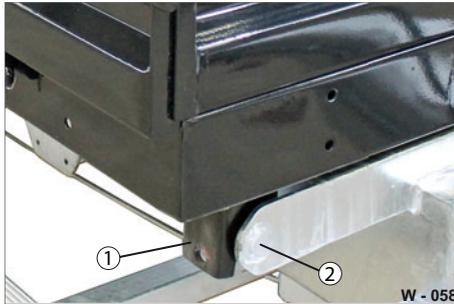
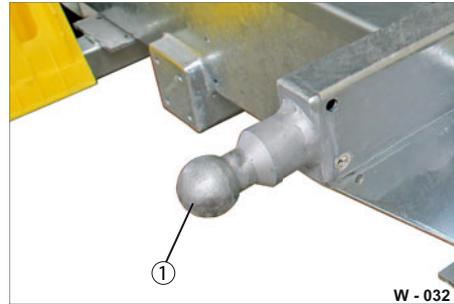
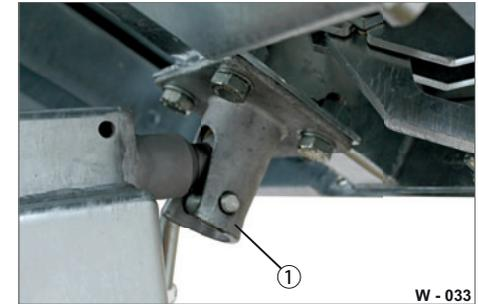

Abb. 20 Gabel-Kipplager (stirnseitig)
Abb. 21 Kipplager-Kugel (heckseitig)
Abb. 22 Kipplager gesichert
- ▶ Reinigen Sie die Kipplager-Kugel (Abb. 21/1) bzw. den Bolzen (Abb. 20/2) und die Kipplagerschale (Abb. 20/1 Abb. 22/1) mit einem sauberen Tuch.
- ▶ Schmieren Sie die Kipplager-Kugel bzw. dem Bolzen (Abb. 20/2) mit Fett ein.